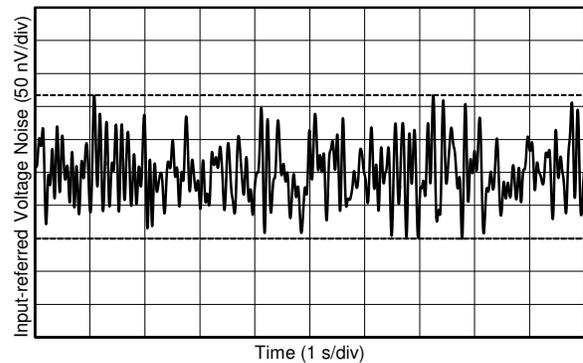

图 18. 0.1-Hz to 10-Hz Voltage Noise
0.1-Hz to 10-Hz Voltage Noise	图 18